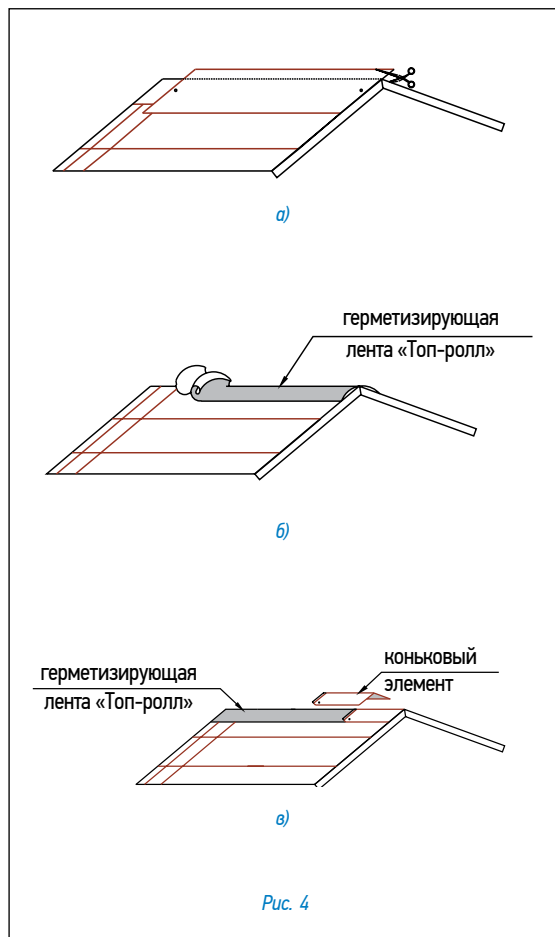

Рис. 4
#### Конек (рис. 4)
• Верхний ряд черепицы доводится до линии конька (ребра), выступающие части листов обрезаются (рис. 4а);
• линии коньков и ребер герметизируются специальной самоклеящейся лентой «Топ-ролл» (рис. 4б);
• далее устанавливаются внахлест специальные коньковые элементы (направление укладки по преимущественному направлению ветра). Каждый коньковый элемент плотно прижимается к основанию кровли и фиксируется двумя гвоздями из нержавеющей стали длиной 35 мм, которые перекрываются следующим коньковым элементом (рис. 4в).